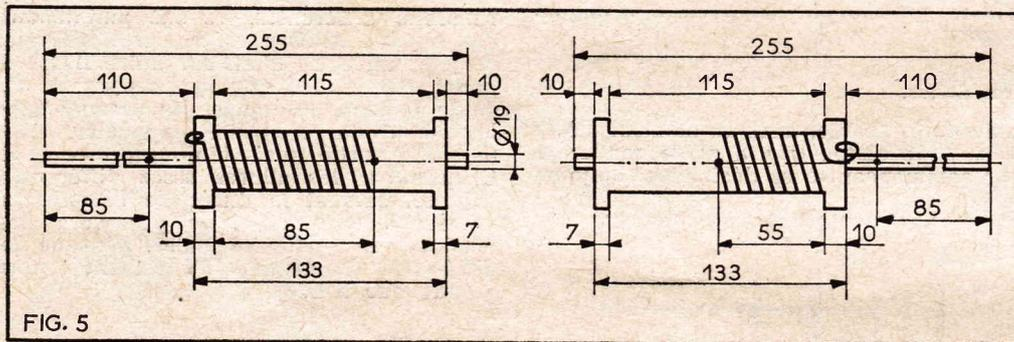

FIG. 5
La figure 5 nous montre la réalisation de la self n° 2, qui elle comporte deux enroulements. Voyons les fournitures utilisées :
2) Deux mandrins identiques aux cotes reprises sur le croquis. Ces mandrins sont pareils à ceux ayant servis pour la self n° 1, nous pensons que les données fournies en figure 5 épargnent de plus amples commentaires.